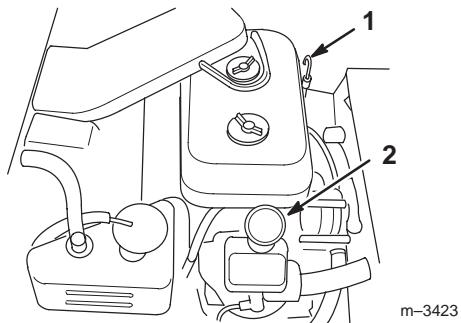

Figure 5
- Nettoyez la surface autour de la jauge d'huile (Fig. 5) pour éviter que des impuretés s'introduisent dans le tube de la jauge, ce qui risquerait d'endommager le moteur.
- Enfoncez la jauge complètement dans le tube (Fig. 5).